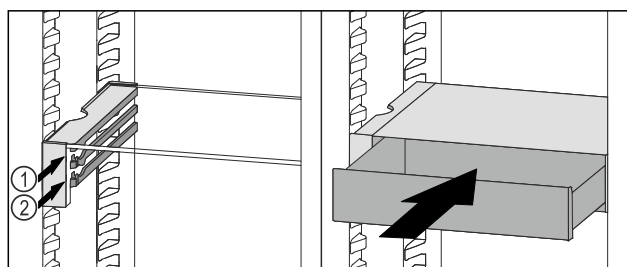

Fig. 113
- VarioSafe-lade achter de stoppers op de gewenste rib Fig. 113 (1) of Fig. 113 (2) plaatsen.